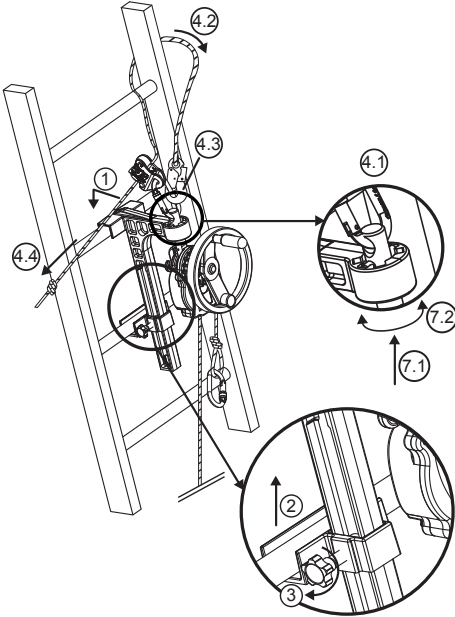

Рис. 6
#### 6.3.2 Спусковое устройство DEROPE™ UP B (Рис.6)
1. Поместите большой кронштейн на балку лестницы в положении, выбранном для проведения спасательной операции, выше спасаемого человека (Рис.6, 1).
2. Поднимите крепежную направляющую к балке лестницы, находящейся сразу ниже большого кронштейна (Рис.6, 2).
3. Затяните крепежный штифт, используя зажимную ручку на боковой стороне кронштейна (Рис.6, 3).
- Закрепите соединитель устройства LCM 05 через отверстие в вершине стержня крепления (Рис.6, 4.1).
- Пропустите страховочный строп вокруг балки, расположенной выше кронштейна, обходя вокруг одной из лестничных стоек (Рис.6, 4.2).
- Прикрепите карабин страховочного стропка к арматуре устройства позиционирования LCM 05 (Рис.6, 4.3).
конец (Рис.6, 4.4).
7. При необходимости выровняйте спусковое устройство DEROPE™, изменяя положение крепящего штифта в указательном устройстве (Рис.6, 7.1 – 7.2).